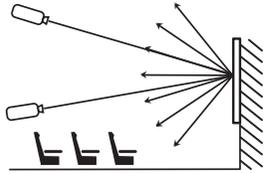

рис. 1
- рис. 1 - для типов полотен MW, HCG